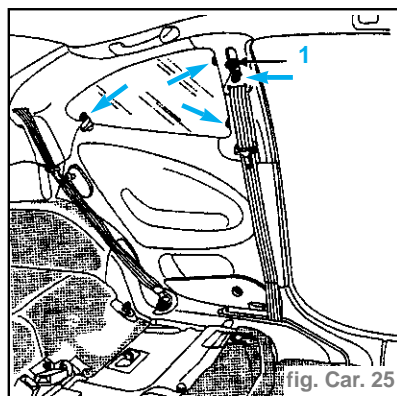

fig. Car. 25
- Déposer les trois vis freinées de fixation de la vitre (fig. Car. 25).